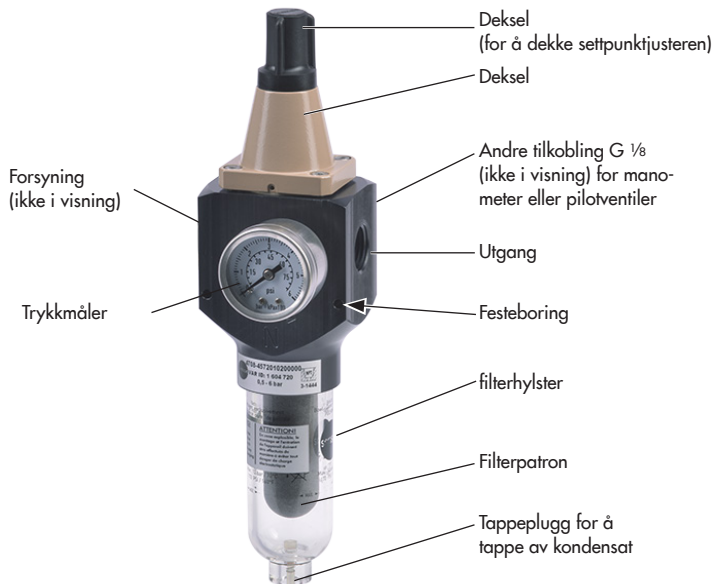

Fig. 1: Komponenter for forsyningstrykkregulator type 4708-45 (aluminiumsversjon)
Lufttilkoblingene (forsyning og utgang, se Fig. 1 på side 9) er utformet med enten ISO-228/1 - G ½ eller ½-14 NPT-gjenger.
- Se Fig. 1 på side 9.